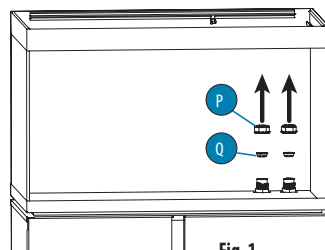

Fig. 1
1. Desfaceți manual ștecărul (P) și scoateți ștecărul (Q) din orificiul (O) (Fig. 1).
1. Desfaceți manual ștecărul (P) și scoateți ștecărul (Q) din orificiul (I) (Fig. 1).